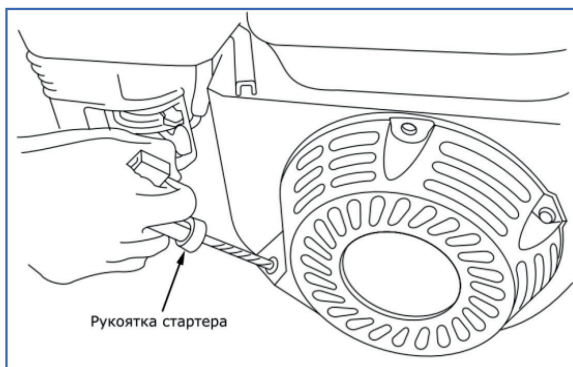

Рис. 18
•Проверните коленчатый вал двигателя ручным стартером до тех пор, пока не почувствуете сопротивление, затем медленно опустите ручку стартера вниз. Снова медленно потяните за ручку стартера, пока не почувствуете, что стартер вошел в зацепление с маховиком, после чего, резко и с усилием потяните за ручку стартера и запустите двигатель (рис. 18). При необходимости повторите.